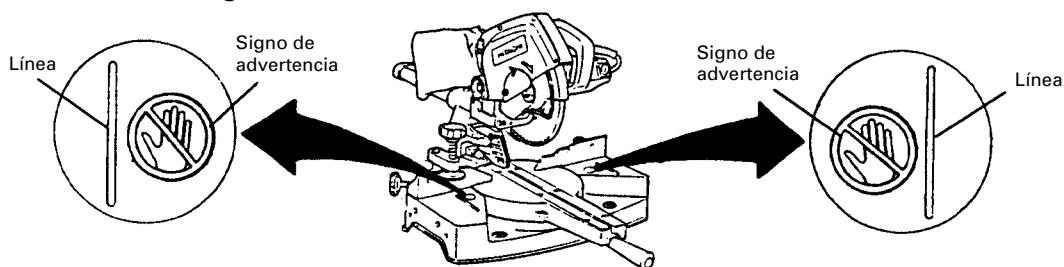

Fig. 15
- * No coloque nunca sus miembros dentro de la línea cerca del signo de advertencia mientras está utilizando la herramienta. Esto podría resultar peligroso (consulte las Fig. 15).